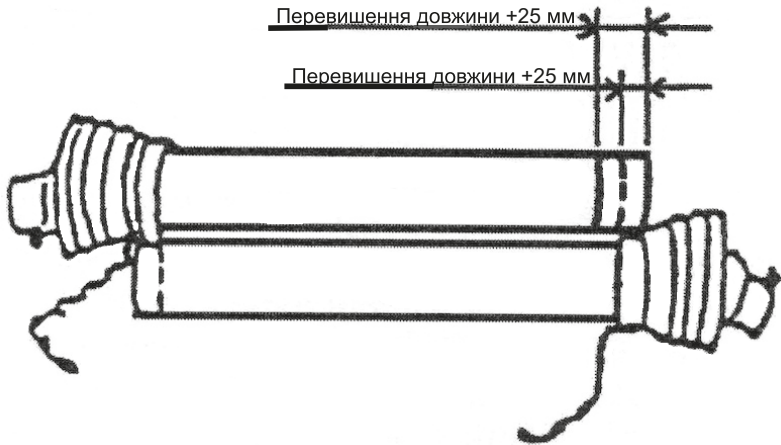

Рисунок 5.2. Перевірка довжини карданного валу.
- Для перевірки необхідно зробити наступне (рис.5.2):